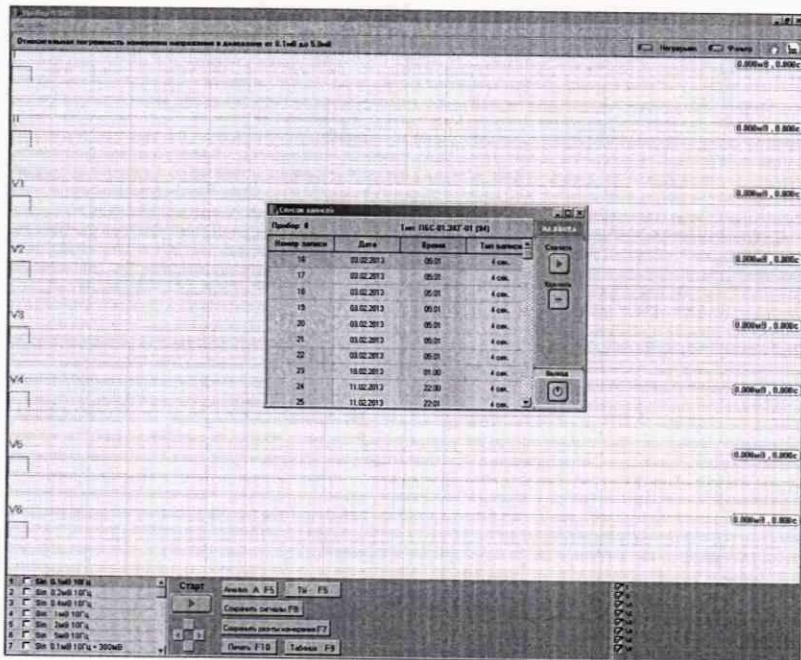

Рисунок 10 - Скачивание записей с прибора ПБС-01. ЭКГ-01 в программу «Тест»
- 7.3. В появившемся окне «Список записей» выбрать запись, соответствующую текущему этапу поверки и нажать кнопку «Скачать» (рис.10).